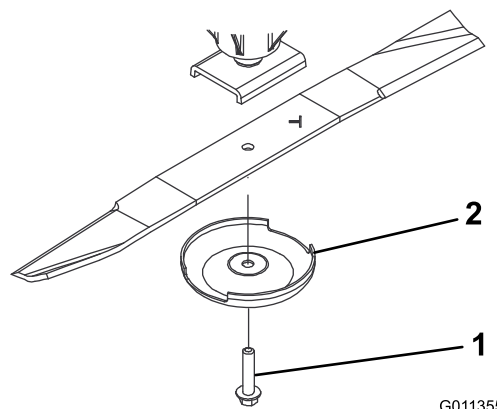

Figura 68
2. Fixe a extremidade da lâmina utilizando um pedaço de tecido ou uma luva grossa. Retire o parafuso da lâmina, o recipiente antidanos e lâmina do eixo (Figura 68).
3. Instale a lâmina, com a aba voltada para a plataforma de corte, com o recipiente antidanos e o parafuso da lâmina (Figura 68). Aperte o parafuso da lâmina com 115–149 N·m.